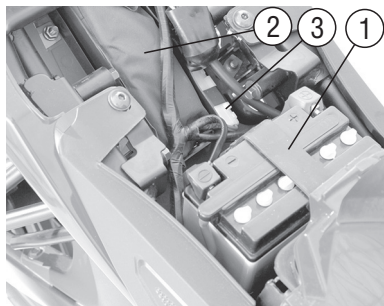

Рис. 10. Аккумулятор
**Замок седла водителя** (рис. 9, поз. 1) расположен в углублении в задней части седла водителя. Для обеспечения доступа к аккумуляторной батарее и в инструментальный отсек (рис. 10), расположенный под седлом водителя, вставьте ключ зажигания в замок, поверните его по часовой стрелке, приподнимите и сдвиньте назад заднюю часть седла, и снимите его. Для закрывания инструментального отсека установите седло на место, вставив выступы в передней части поддона седла под поперечину рамы, и повернув ключ в замке седла на четверть оборота по часовой стрелке, нажмите на его заднюю часть, поверните ключ против часовой стрелки в исходное положение и выньте его из замочной скважины. Попробуйте приподнять седло, чтобы убедиться, что замок надежно заперт.
после чего, приподняв за заднюю часть, сместите водительское седло назад и отделите его от мотоцикла. Отстегните резиновый ремень, фиксирующий аккумулятор в нише (рис. 10, поз. 1) и, отделив клеммы проводов от аккумулятора, извлеките его из отсека.
Плавкий предохранитель защищает электрическую схему от короткого замыкания. Он установлен в расположенную рядом с аккумулятором капсулу (рис. 10, поз. 3), крышка которой служит пеналом для хранения запасного предохранителя. При отсутствии напряжения в электрической сети проверьте исправность предохранителя. Если предохранитель вышел из строя, замените его на аналогичный (ток 15 А). Следите за чистотой контактных поверхностей предохранителя.